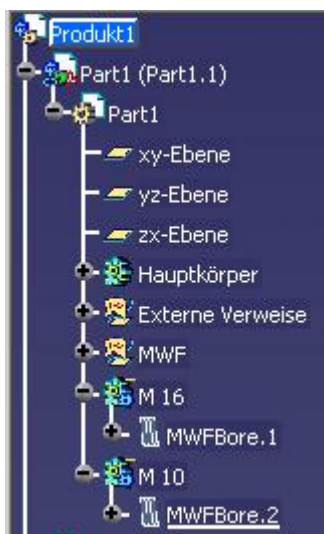

Abbildung 2.7.7: Bohrungen gruppiert in neuen Körpern
- gruppiert in neue Körper: die Bohrungen werden anhand ihres Durchmesser in verschiedenen neuen Körpern platziert (siehe auch Beispiel in Abbildung 2.7.7)